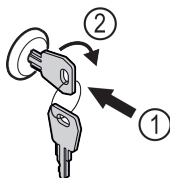

Fig. 129
- Klíč zasuněte dovnitř Fig. 129 (1).
- Otáčejte klíčem o 90° ve směru hodinových ručiček Fig. 129 (2).